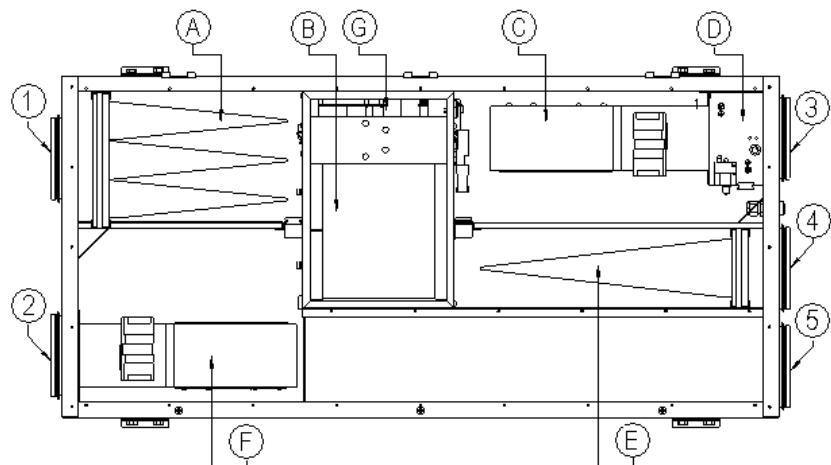

Fig. 2
Lampsignal (11) lyser når innstilt driftstid mellom bytte av filtre (A og E, fig. 2) er utløpt. Ventilasjonsaggregatet kan fortsatt benyttes, men effekten vil bli redusert dersom ikke filterene byttes. Driftstid (6, 9 eller 12 mnd.) mellom filterbytte kan stilles inn vha. brytere på betjeningspanelet (se montasjeanvisning). Fra fabrikk er driftstiden satt til 9 mnd. Etter bytte av filtre nullstilles driftstiden (se vedlikehold, pkt. 1).